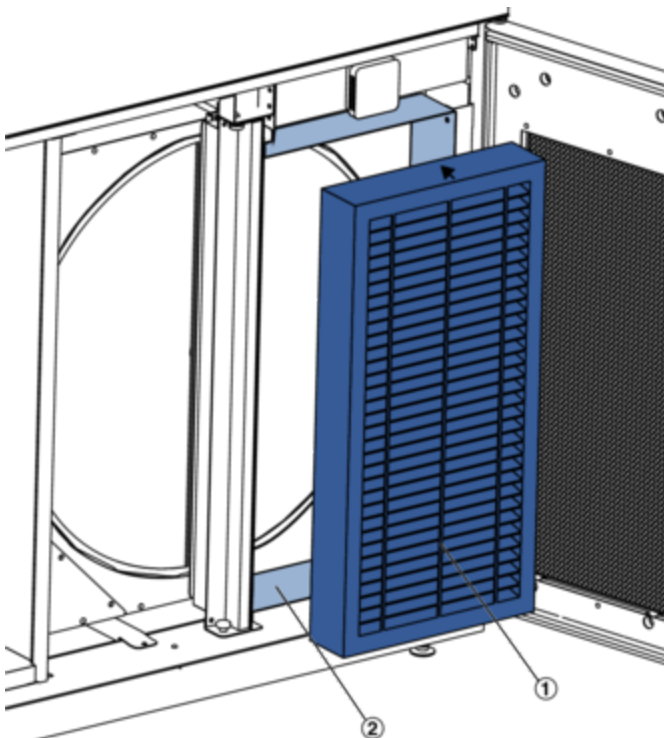

Abb. 58: Abluftfilter
- 4 ▶ Abluftfilter (Abb. 58 /1) aus dem Filtereinschub (Abb. 58 /2) herausziehen.